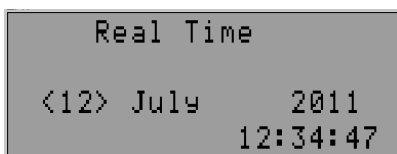

Рисунок 5.10 - Вид дисплею при установці поточного часу
- 3) натиснути кнопку **SETUP** (рис.5.10);